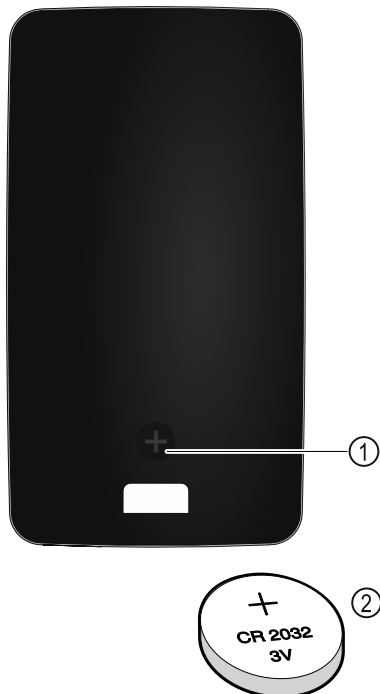

Fig. 255
El suministro eléctrico del mando a distancia se efectúa con una pila del tipo CR 2032 de 3 V Fig. 255 (2), a la venta en el comercio especializado.
- Desenroscar el tornillo Fig. 255 (1) de la parte trasera del mando a distancia.